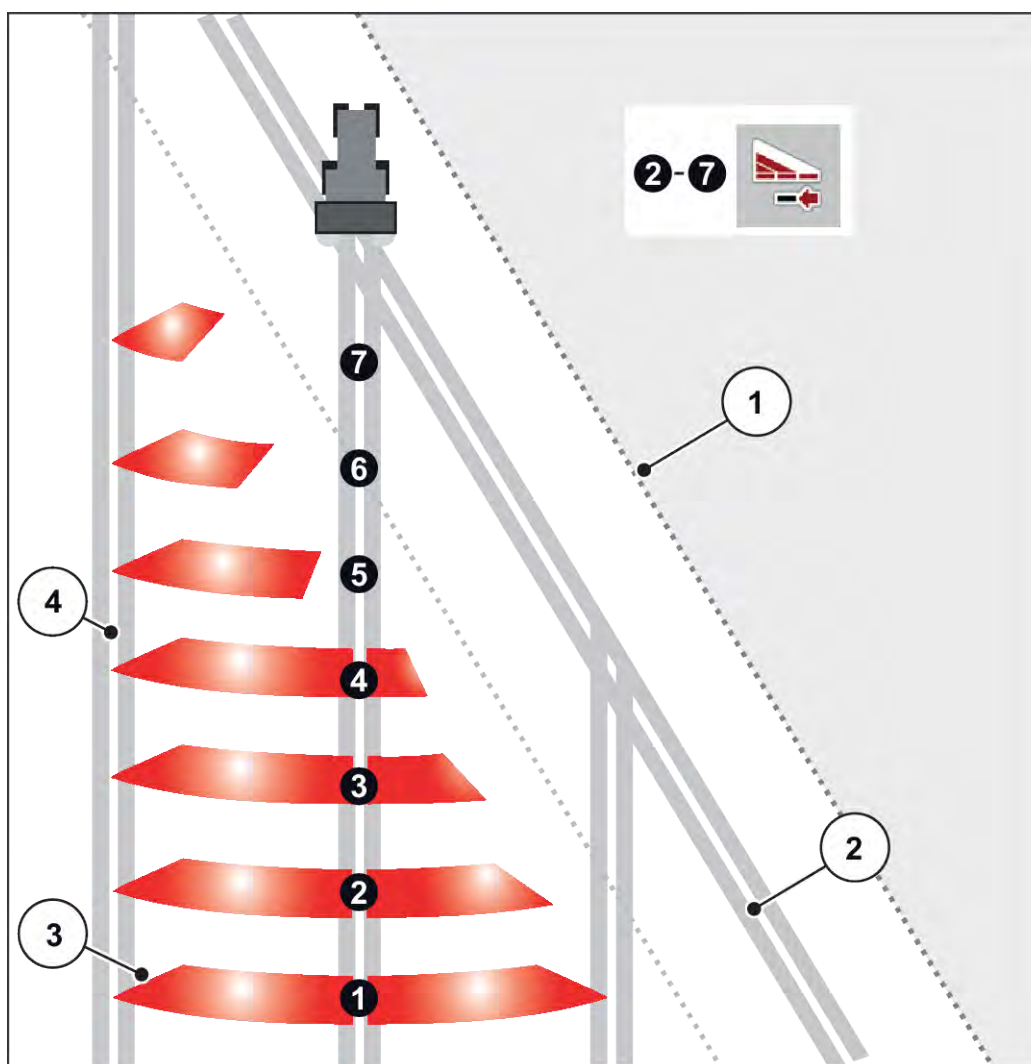

Fig. 44: Comandă automată a lățimii parțiale
- Comutarea lățimii parțiale este posibilă dinspre exterior spre interior sau din interior spre exterior. A se vedea Fig. 44 Comandă automată a lățimii parțiale